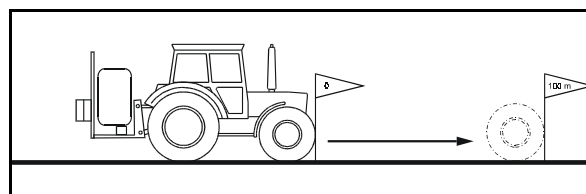

Fig. 119
2. Markera start- och slutpunkt (Fig. 119).